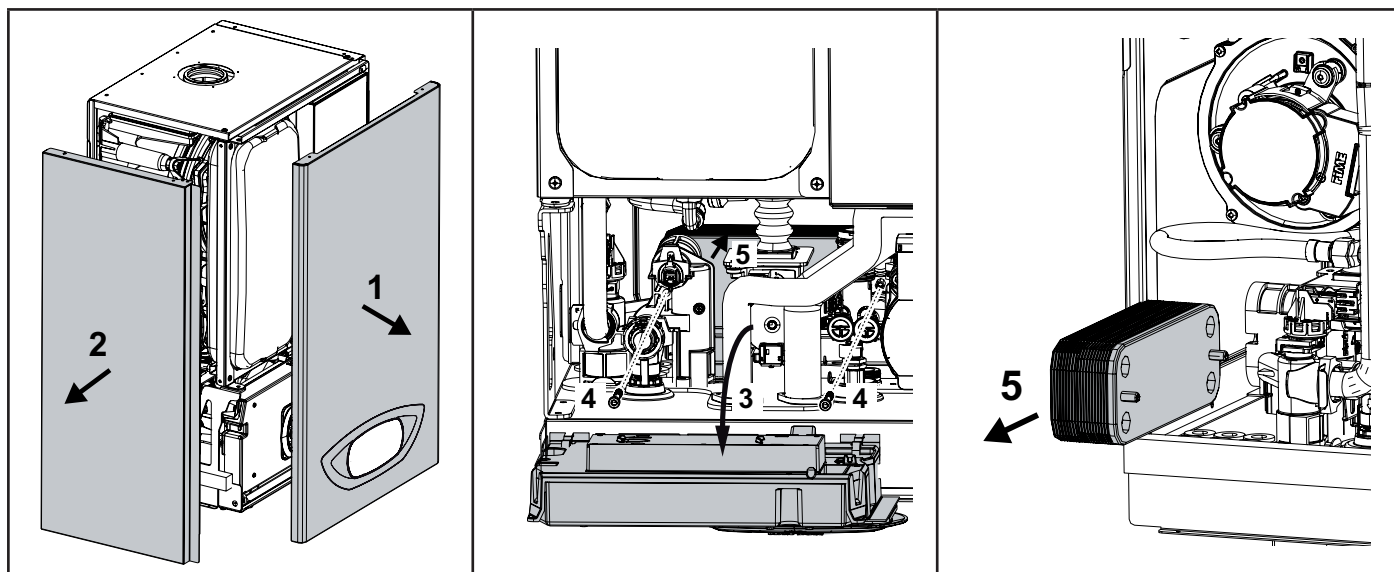

fig. 186 - Sostituzione/manutenzione scambiatore a piastre
- Ruotare la scatola del cruscotto "3" fig. 186
- Svitare le viti "4" fig. 186
- Far arretrare lo scambiatore a piastre "5" fig. 186 e farlo scorrere verso sinistra.